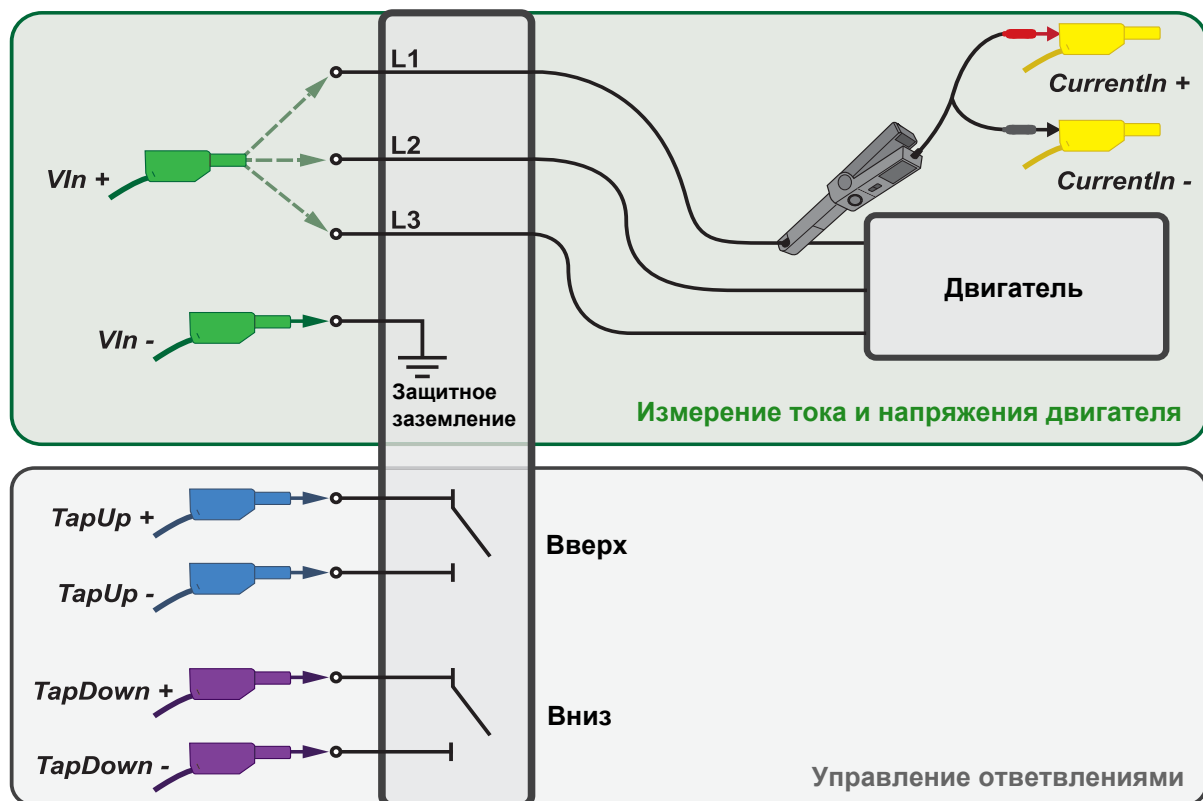

Рис. 4-2: Схема подключения кабеля переключателя ответвлений к переключателю ответвлений
- III. Подключите кабель для переключателя ответвлений к соответствующим клеммам в шкафу управления трансформатора (см. рис. 4-2 ниже).